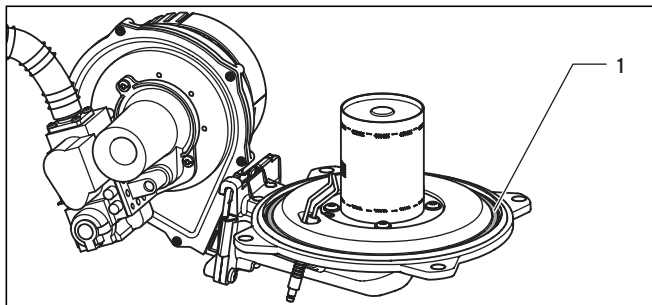

Рис. 8.6 Замена уплотнения дверцы горелки
- Заменяйте уплотнение и самопорящиеся гайки (1, Рис. 8.6) на модуле горелок (арт.-№: 0020025929) после каждого демонтажа (например, при проведении работ по техническому обслуживанию и сервисных работ).